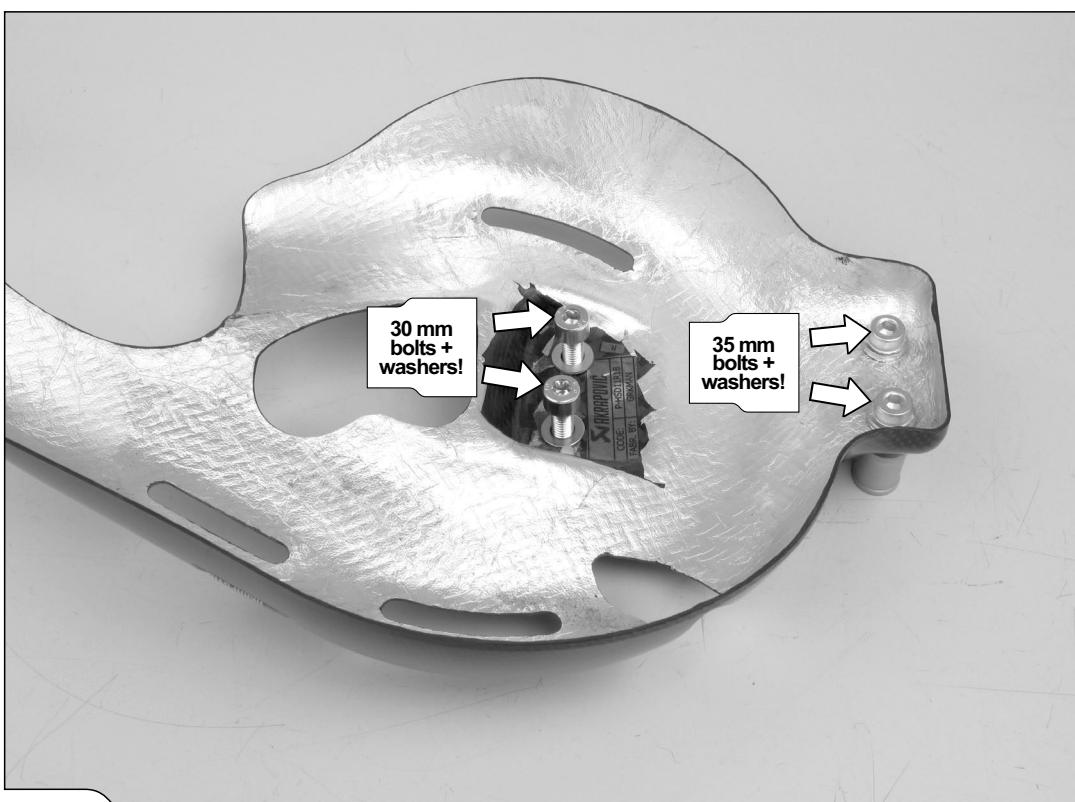

Figure 32
6. パッセンジャーフットペグなしで使用するタイプのみ: Akrapovič 取り付けキットに付属のスペーサー、ボルト、ワッシャーを使用して、ヒートガードをサブフレームに取り付けます (図 32, 33, 34)。